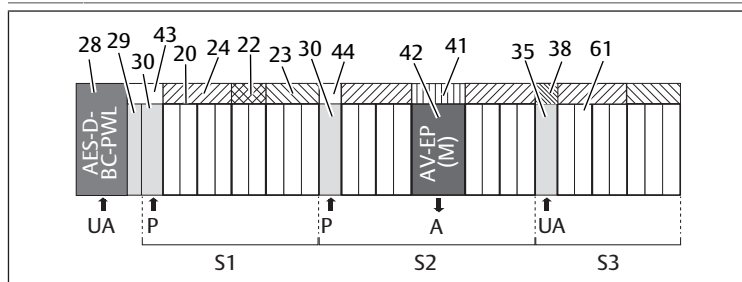

Bild 22: Skapa sektioner med två pneumatiska matningsplattor och en elektrisk matningsplatta
- Kombinationer av flera av följande komponenter är möjliga för ventildrivenheter. Se → Bild 22.
Ventilsystemet består av tre sektioner: Se → Bild 22.